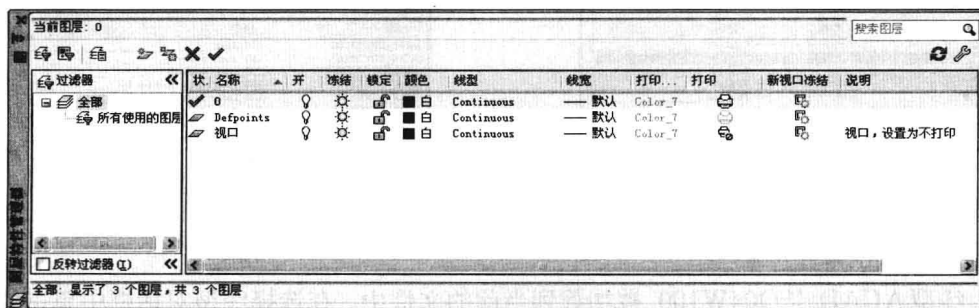

图 6-2-1
- (1) 在“图层”面板中单击“图层特性”按钮，或者选择菜单命令“格式/图层”。
- (2) 打开“图层特性管理器”选项板，如图6-2-1所示。